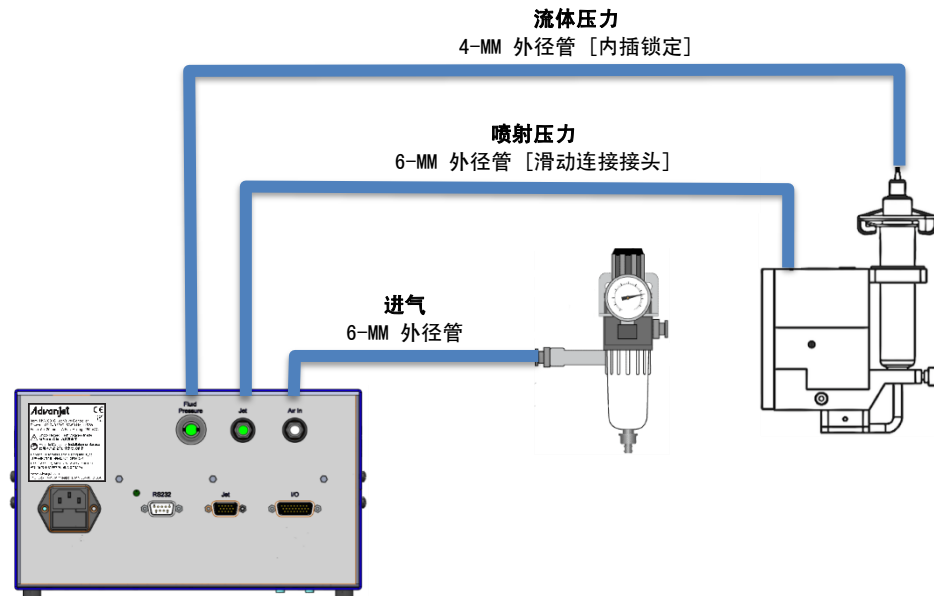

图 2-1: HV-2000C 气动连接
**进气:** 参照图 2-1，连接一路独立调节和过滤的主气源到 HV-2000C 控制器的背面。使用 40-微米规格的过滤器（至少）。空气必须 **干净干燥**，压力为 70 到 100 psi (0.48 到 0.70 MPa)。